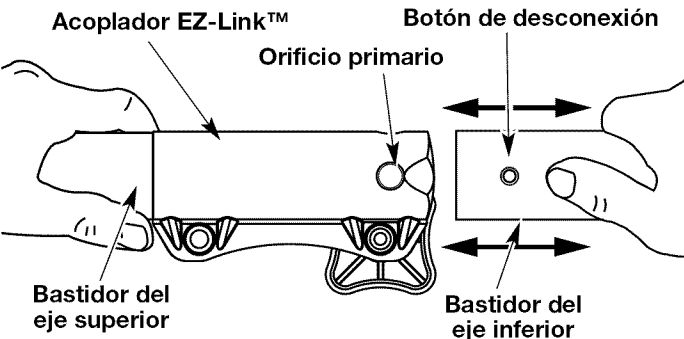

Fig. 17
2. Mientras sostiene el accesorio con firmeza, empújelo en línea recta en el acoplador EZ-Link™ (Fig. 17).